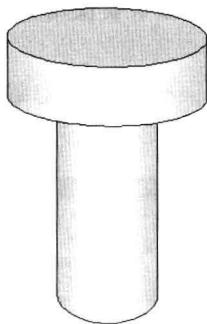

图 5-1-15
(5) 单击“添加：拾取点”按钮，在椭圆下面单击，按Enter键，单击“确定”按钮，以填充渐变颜色。用同样的方法在其他区域填充渐变色效果，如图 5-1-15 所示。